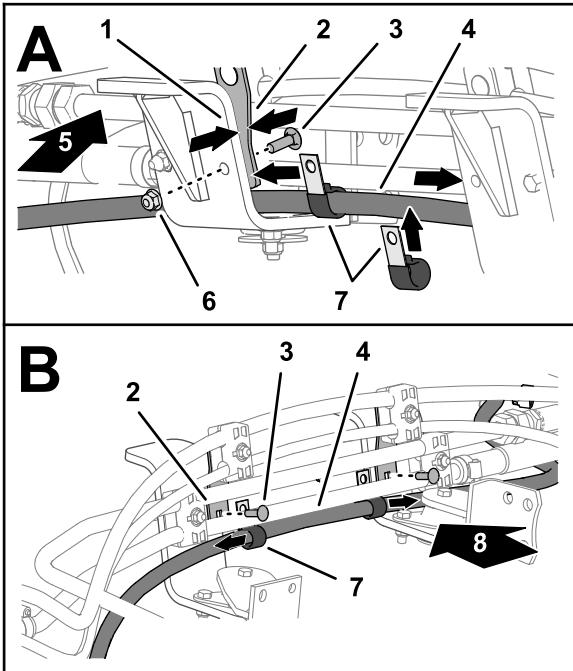
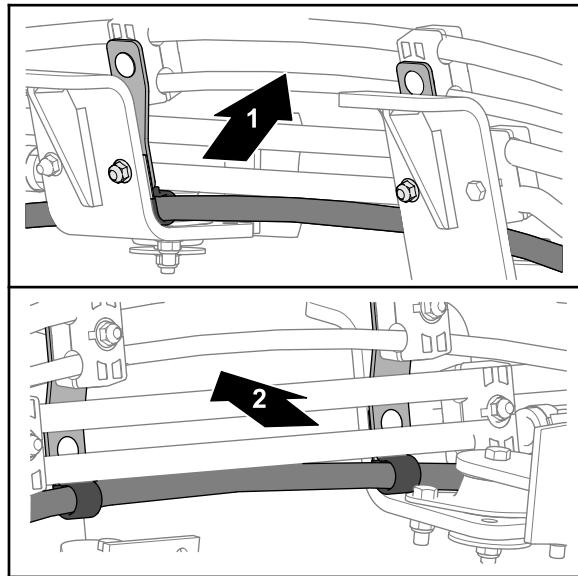

図 128
図 129
1. タンクリターンホースを 6 x 2819 mm (EHIステアリングバルブポートEF) で右側のエンジンマウント ブラケットの上部に通します(図 128)。
2. 図 128に示すように、ヘッドライトガードをヘッドライトに取り付けます。
3. チューブクランプマウンプレートとエンジンマウントブラケットの間に2つのPクランプを位置合わせします(図 128)。
4. キャリッジボルト(5/16 x 1") 2本とのフランジロックナット(5/16") 2個を使って、クランプマウントプレートとPクランプをエンジンマウントブラケット(図 128 と 図 129)に固定します。